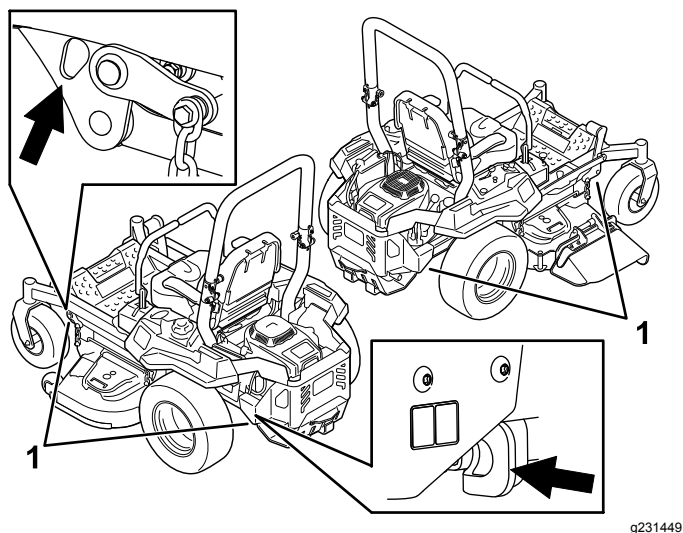

図 37
6. 前キャストホイールおよび後部バンパーを利用して機体をロープやチェーンなどで固定する 図 37。ロープ掛けや積荷固定については各地域の法令などに従ってください。